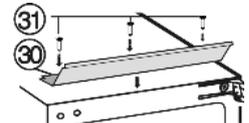

Fig. 24
- ▶ Avvitare il listello di compensazione Fig. 24 (30) con viti Fig. 24 (31) nei fori predisposti del tetto dell'apparecchio.